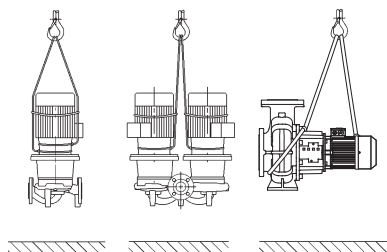

Fig. 6: 펌프 운반
- 모터에 있는 운반 고리는 하중 지지용이 아니라 펌프의 자세 및 방향을 유지하기 위한 것입니다 (Fig. 6).